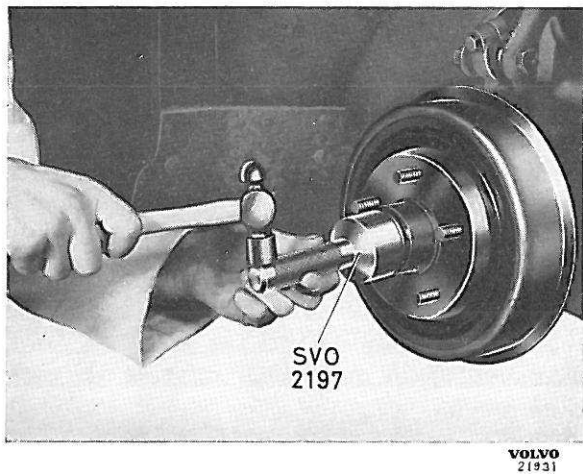
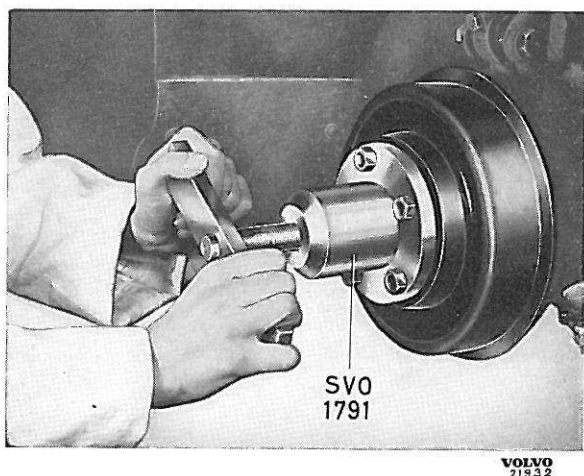
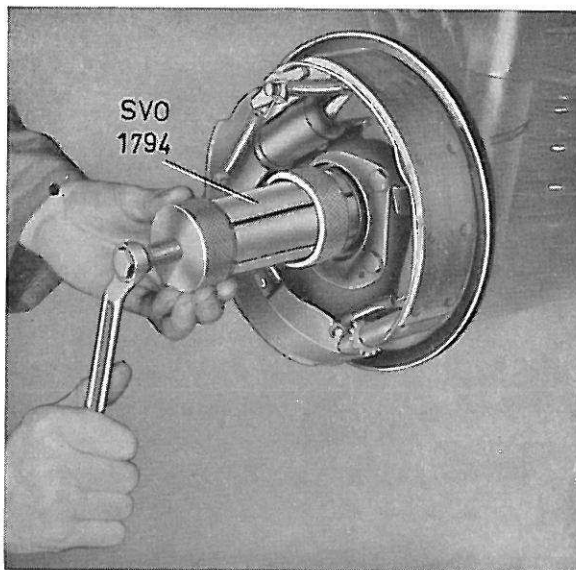

Fig. 14. Enlèvement du chapeau de moyeu.
Fig. 15. Démontage du moyeu.
Fig. 16. Démontage du roulement intérieur.
2. Démontez le chapeau de moyeu en se servant de l'outil SVO 2197 (Fig. 14). Enlever la goupille fendue et l'écrou crénelé. Extraire le moyeu à l'aide de l'arrache-moyeux SVO 1791 (Fig. 15). Si le roulement intérieur ne suit pas le moyeu dans ce mouvement, l'extraire de la fusée à l'aide de l'extracteur SVO 1794 (Fig. 16).
2. Desserrer le frein à main. Enlever la goupille fendue et l'écrou crénelé. Extraire le moyeu à l'aide de l'arrache-moyeux SVO 1791 (Fig. 15).
2. Démontez le chapeau de moyeu à l'aide de l'outil SVO 2197 (Fig. 14). Enlever la goupille fendue et l'écrou crénelé. Extraire le moyeu à l'aide de l'arrache-moyeux SVO 1791 (Fig. 15). Si le roulement intérieur ne suit pas le
moyeu dans ce mouvement, l'extraire de la fusée d'essieu à l'aide de l'extracteur SVO 1794 (Fig. 16).